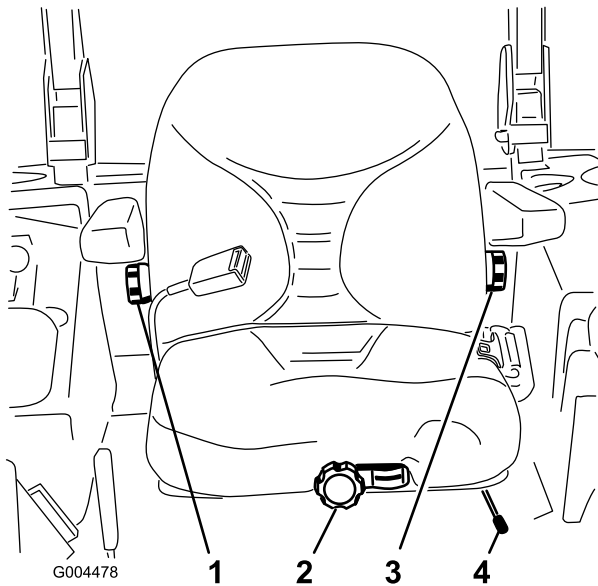

Bild 34
1. Wenn Sie den Sitz verstellen möchten, bewegen Sie den Hebel zum Entriegeln des Sitzes zur Seite (Bild 34).
Setzen Sie sich nicht auf den Sitz und drehen Sie das Handrad zum Verstellen an der Vorderseite solange, bis der gewünschte Komfort erreicht ist (Bild 34).
Drehen Sie zum Verstellen das Handrad unter der rechten Armlehne solange in eine Richtung, bis der gewünschte Komfort erreicht ist (Bild 34).
Drehen Sie zum Verstellen das Handrad unter der linken Armlehne solange in eine Richtung, bis der gewünschte Komfort erreicht ist (Bild 34).